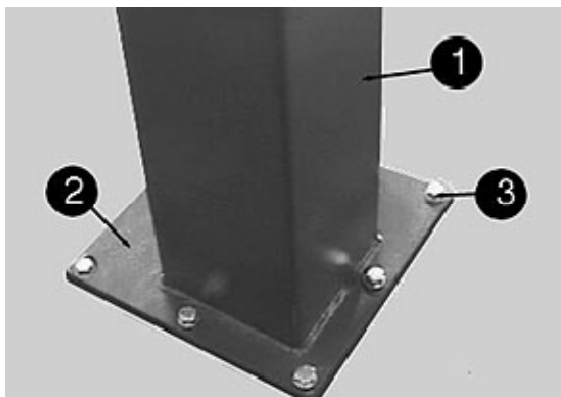

Рис. 22: крепеж подъемника
- Просверлить отверстия в бетоне через отверстия основания колонны (рис. 22). Очистить отверстия сжатым воздухом. Вставить анкера. Следуйте инструкциям на анкерах (глубина, усилие и т.д.). Перед фиксацией анкеров проверьте, доходит ли бетонная заливка C20/25 до уровня пола. В этом случае длину применяемого дюбеля можно выяснить исходя из таблицы Длина анкера без плитки и напольного покрытия. Если же имеется дополнительно покрытие (из керамической плитки или бесшовное цементное), то нужно учесть его толщину и подобрать нужную длину анкера (табл. Длина анкера с плиткой и напольным покрытием).